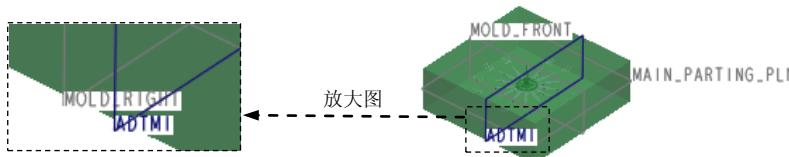

图 23.15 基准面 ADTM1
(1) 创建图 23.15 所示的基准平面 ADTM1。单击 **模具** 功能选项卡 **基准** ▾ 区域中的“平面”按钮 **□**，选取 MOLD_RIGHT 为参考，定义约束类型为 **偏移**，偏移值为 40；单击“基准平面”对话框中的 **确定** 按钮，完成 ADTM1 基准平面的创建。